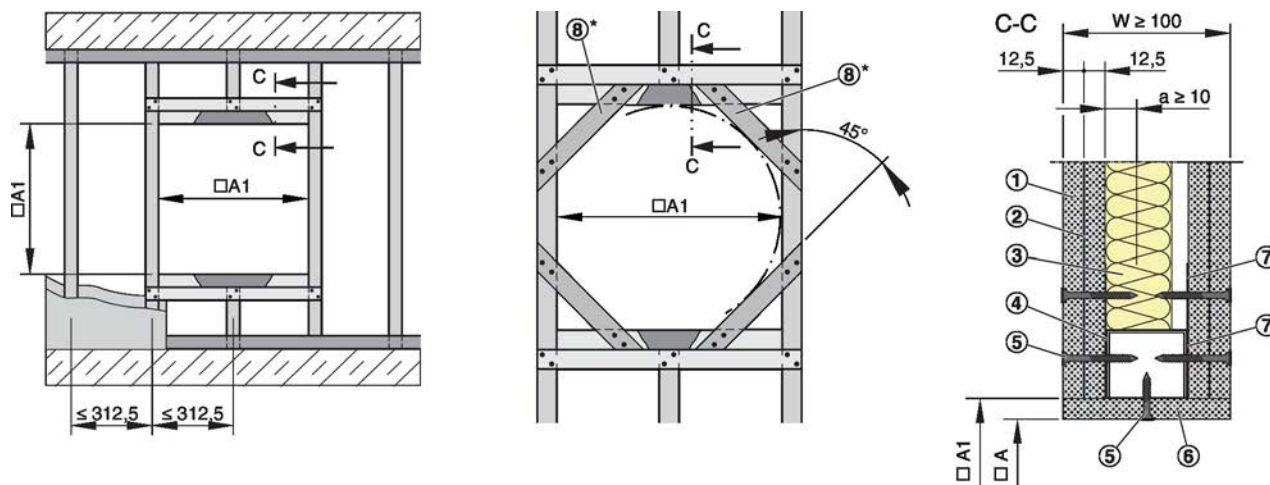

Fig. 35: Cloison pare-feu
- Création d'une ouverture de montage, Voir la Fig. 35:
- Pour le montage à base de mortier des clapets anti-feu de taille nominale  $\varnothing 450$ , installer quatre sections supplémentaires ⑨ à un angle de 45° afin de renforcer la structure portante métallique.